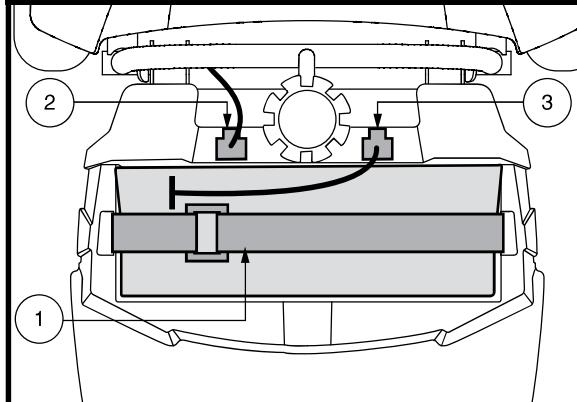

Figura 22. Fascetta di fissaggio delle batterie
1. Scollegare il cavo della batteria e rimuovere il pacco batteria dal Travel Scooter. Vedere figura 22.
2. Scollegare le cinghie della batteria e la fascetta difissaggio, quindi rimuovere la batteria dal miniscooter. **Vedere figura 22.**